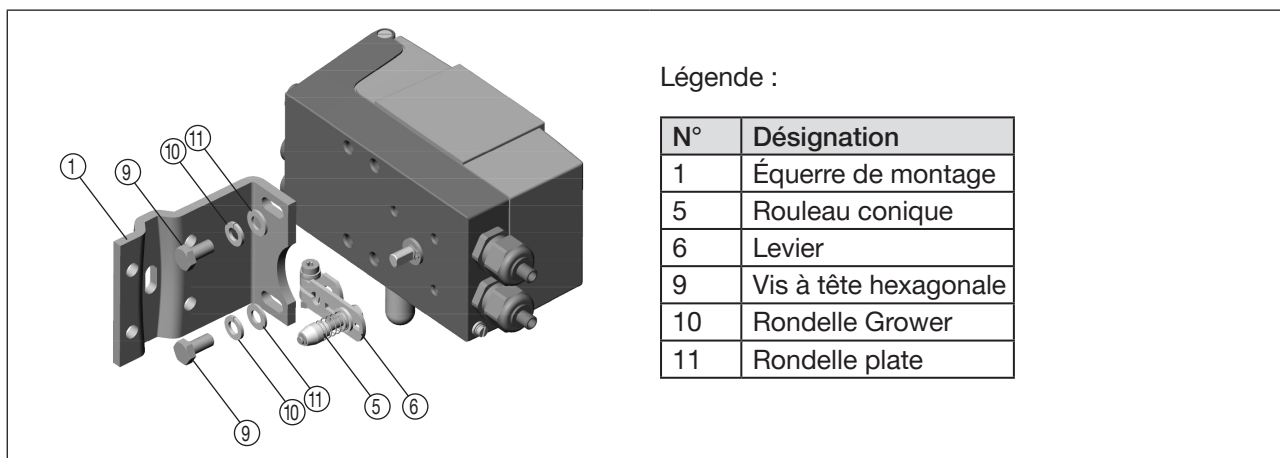

Figure 19 : Fixation de l'équerre de montage sur le SideControl type 8635
→ Fixer l'équerre de montage ① sur la face arrière du SideControl type 8635 avec les vis à tête hexagonale ②, les rondelles Grower ③ et les rondelles plates ④ (voir « Figure 19 »).